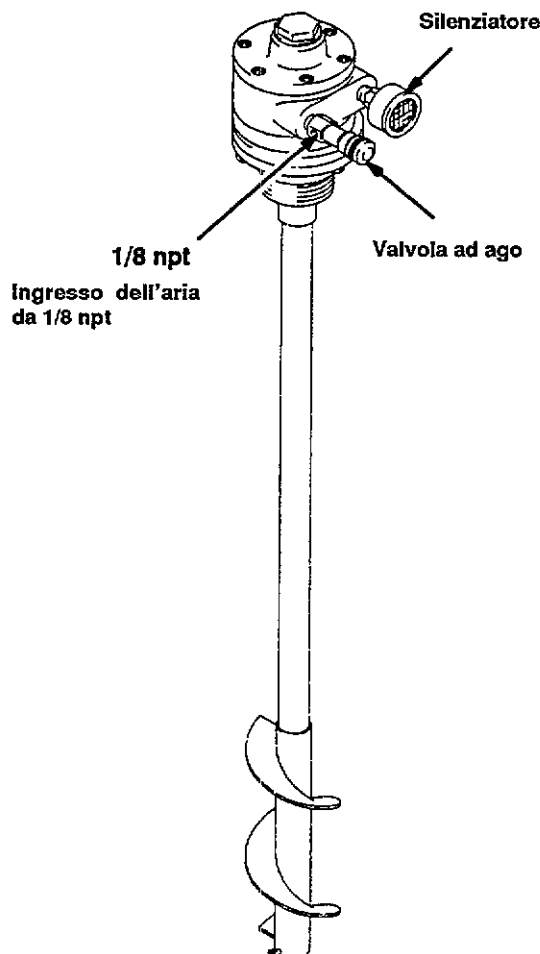

Fig. 2
2. Posizionare il motore ad aria in modo che la linea d'aria possa essere facilmente collegata all'ingresso di 1/8 npt della valvola ad ago, senza ostruire altri componenti del sistema. Ved. Fig. 2.
1. Rimuovere la valvola ad ago e riempire con kerosene la cavit  dell'ingresso dell'aria. Riavvitare la valvola ad ago. Ved. Fig. 2.